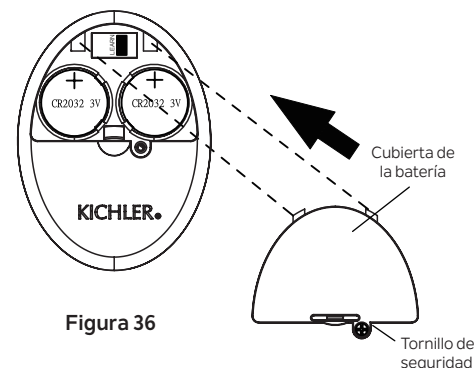

Figura 36
Vuelva a instalar la cubierta de la batería en la parte posterior del transmisor y apriete el tornillo de seguridad. (Figura 36)
Paso 3. Vuelva a instalar la cubierta de la batería y el tornillo de seguridad en la parte posterior del transmisor y apriete el tornillo de seguridad. **(Figura 36)**
Paso 3. Vuelva a instalar la cubierta de la batería en la parte posterior del transmisor y apriete el tornillo de seguridad. **(Figura 36)**